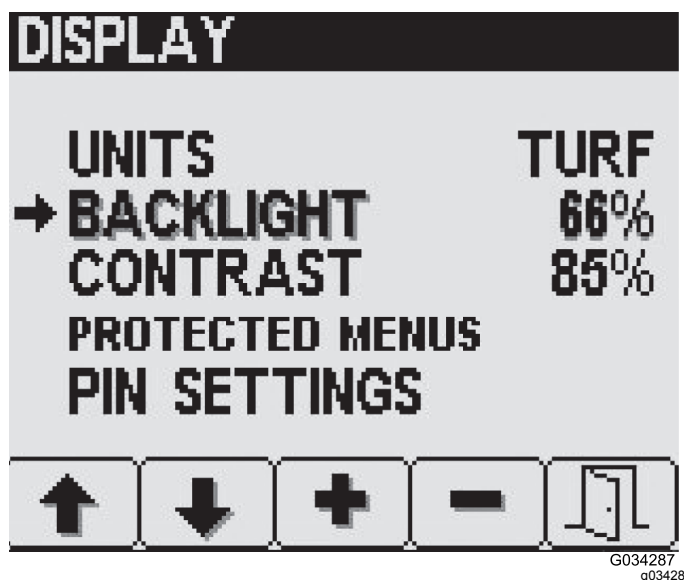

Figure 21
1. Appuyez sur le bouton 2 de l'écran de réglage Affichage jusqu'à ce que l'option Rétroéclairage ou Contraste soit atteinte (Figure 21).
2. Utilisez les boutons 3 et 4 pour programmer la valeur souhaitée (Figure 21).